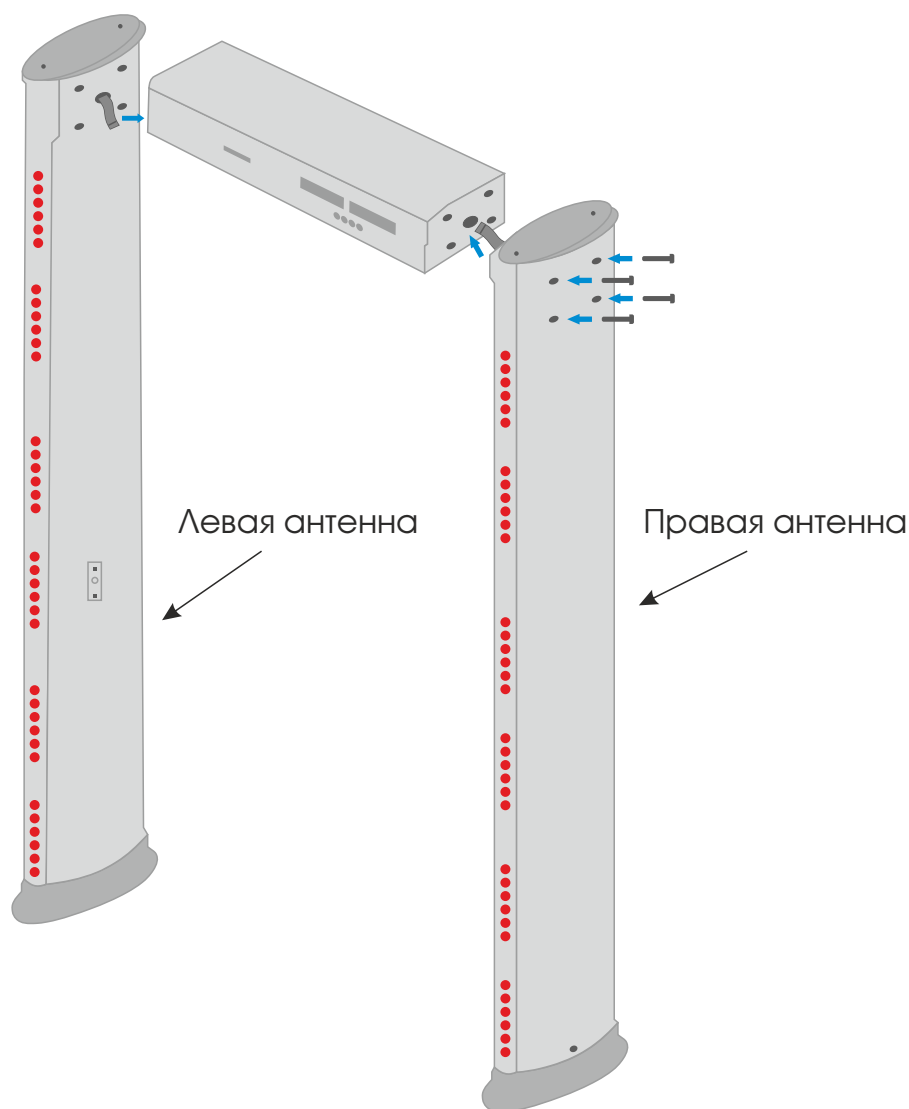

Рисунок 4. Сборка металлодетектора.
2. Соедините блок электроники и антенны с помощью входящих в комплект болтов и гаек, как показано на рис. 4.